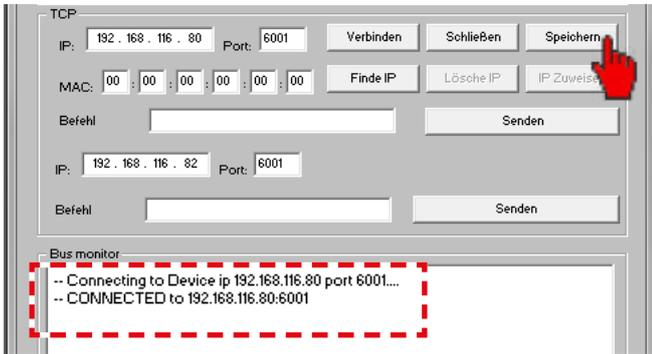

Abb. 19.15: Konfiguration speichern
5. Wenn das BCS mit Ihrem Computer verbunden ist, erscheint im Busmonitor die Bestätigung „CONNECTED to x.x.x.x“ (siehe Abb. 19.15). Klicken Sie auf **Speichern**.